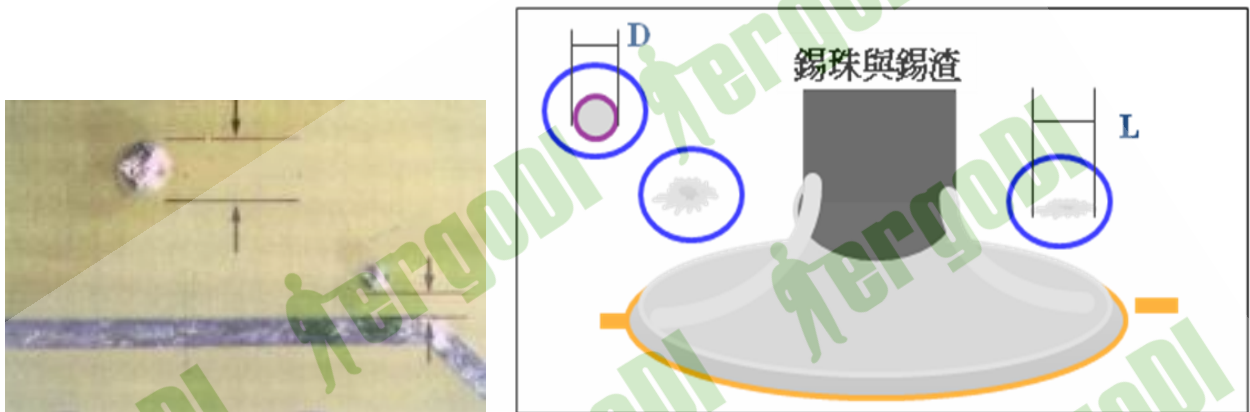

图 8
5.7 锡珠、锡渣：直径大于 0.2mm 或长度大于 0.2mm 的锡渣黏在底板的表面上，或焊锡球违反最小电气间隙（图 8），均不可接受；每 600mm² 多于 5 个直径小于 0.2mm 的焊锡珠、锡渣不可接受。